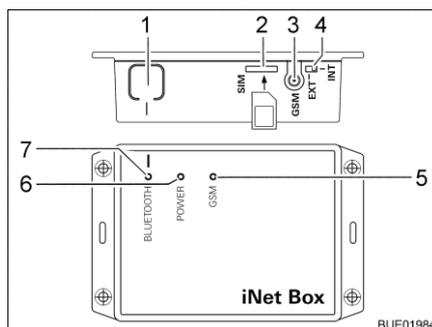

Fig. 84 Truma iNet Box
- Premere il tasto BLUETOOTH (Fig. 84,1) della iNet Box per 1 secondo. Nel terminale mobile la Truma iNet Box è visibile per circa 2 minuti (nome: "Truma iNet-Box"). In questo tempo il LED BLUETOOTH (Fig. 84,7) blu lampeggia.
- Spingere con cautela la mini SIM con il proprio numero di telefono e credito sufficiente nello slot (Fig. 84,2) della Truma iNet Box, come illustrato, finché non si innesta. Il LED GSM (Fig. 84,5) rosso deve lampeggiare costantemente. Quando dopo 20 secondi il LED rosso si spegne: Controllare la mini SIM.